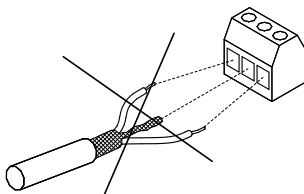

图 38 不要扭转屏蔽末端
- 不要用扭转末端的方法来终端屏蔽。见图38。应该使用电缆夹或EMC螺旋电缆引入。